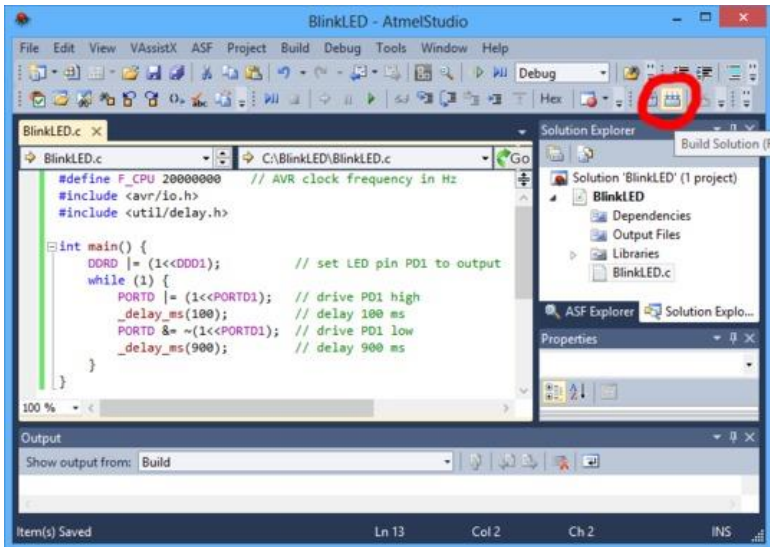

Рисунок 2.3 – Побудова проекту
4. На панелі інструментів клікніть кнопку **Build Solution** (або натисніть **F7**), щоб скомпілювати код (рис.2.3).